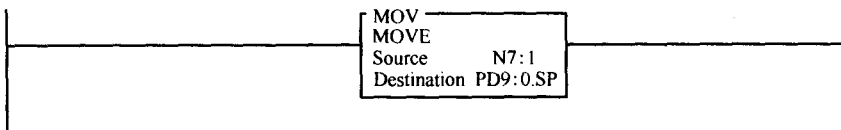

图 12-36 利用 MOVE 指令向 PLC-5 PID 控制块写设定值
4) 用户程序的 PID 控制块中的每个数据字都必须有一个地址助记符。要将设定值写入 PD 文件，我们需要知道 PD 文件号（例如本例中的 PD9.0）和设定值的地址助记符（.SP）。MOVE 指令如图 12-36 所示。图 12-37 所示为本章后面将会讨论的地址助记符。（关于 PD 数据文件中的数据的更详细的解释在附件 J 中。）